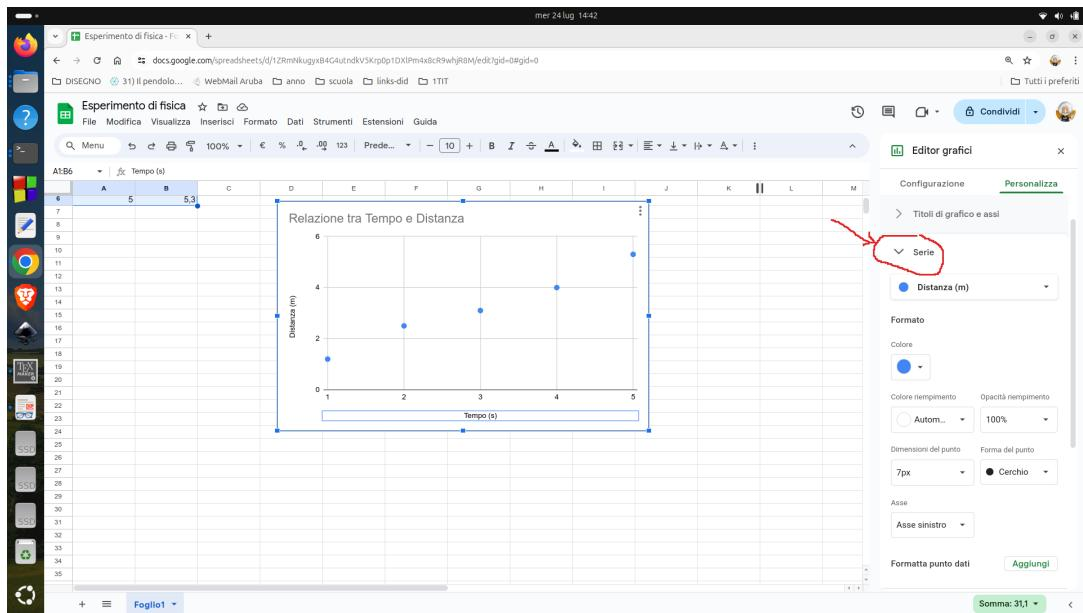

Figura 3.29 – Scheda serie per la linea di tendenza.
8. Per aggiungere una linea di tendenza, espandi il sottomenu **Serie** (figura 3.29) e seleziona **Linea di tendenza**. Puoi scegliere il tipo di linea di